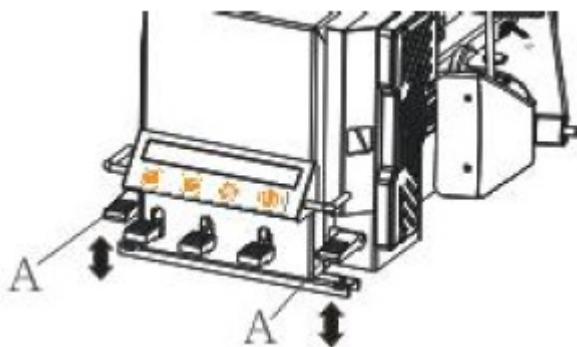

Рис. 19
-Нажмите на педаль вращения стола А (рис. 19), поверните диск по часовой стрелке до тех пор, пока крышка не сойдёт с диска колеса.
> Если требуется прекратить процесс демонтажа, следует остановить вращение поворотного стола, отпустить педаль (рис. 19), повернуть стол против часовой стрелки.